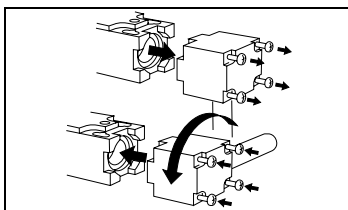

Abb. 1: Umstellen der Betätigungsrichtung
- Schrauben mit 0,4 Nm anziehen (Abb. 1).